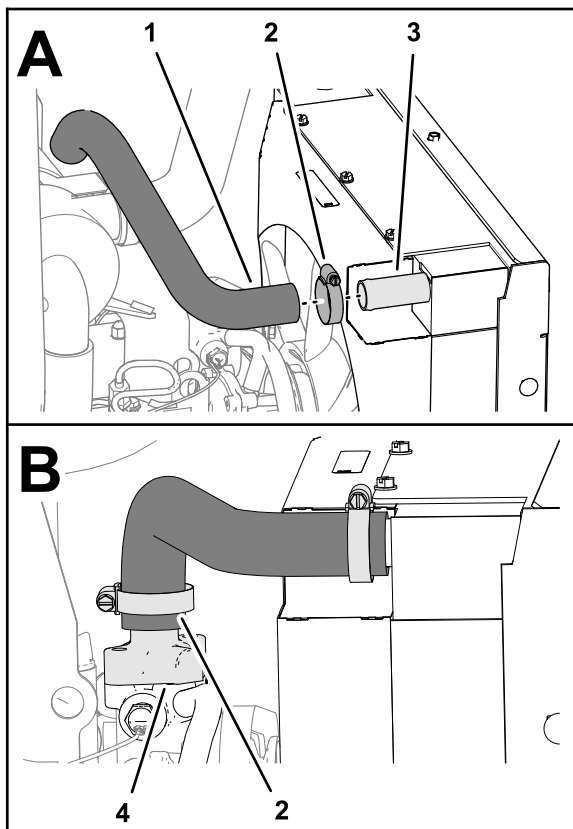

Bild 44
1. Befestigen Sie den oberen Kühlerschlauch lose am Zulauf des Kühlers (Bild 44) mit einer Schlauchklemme, die Sie in 5 Entfernen der Kühlerschläuche (Seite 8) entfernt haben.
2. Befestigen Sie das andere Ende des oberen Kühlerschlauchs am Thermostatgehäuse des Motors (Bild 44) mit der anderen Schlauchklemme, die Sie in 5 Entfernen der Kühlerschläuche (Seite 8) entfernt haben.